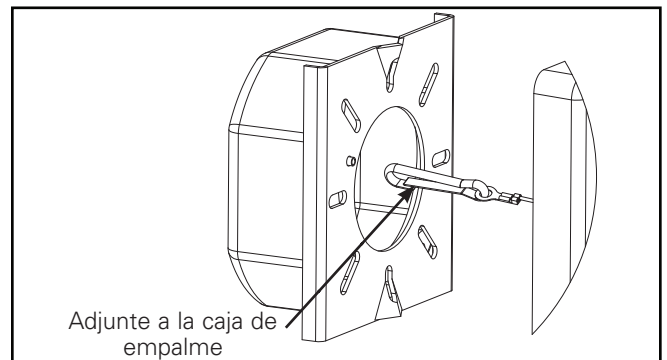

Figura 2.
2. Fije la correa de montaje de la pared posterior al tornillo de montaje de la caja de empalme (consulte la Figura 2).